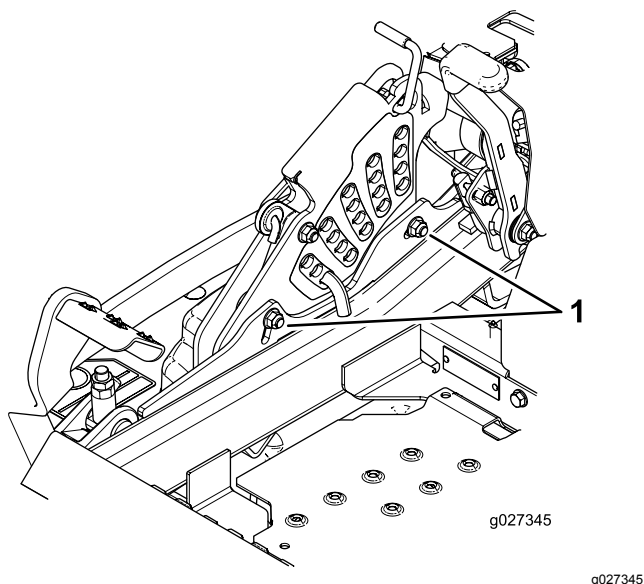

Figura 90
12. Afloje los 2 pernos situados cerca del borde inferior de la pletina de altura de corte para ajustar el sistema de un solo punto (Figura 90).
14. Apriete los dos pernos situados cerca del borde inferior de la pletina de altura de corte (Figura 90).